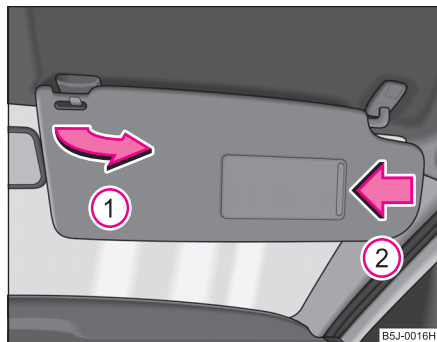

Abb. 41 Sonnenblende: Ausschwenken
Die Sonnenblende für den Fahrer bzw. Beifahrer können Sie aus der Halterung herausziehen und zur Tür in Pfeilrichtung ① ⇒ Abb. 41 schwenken.